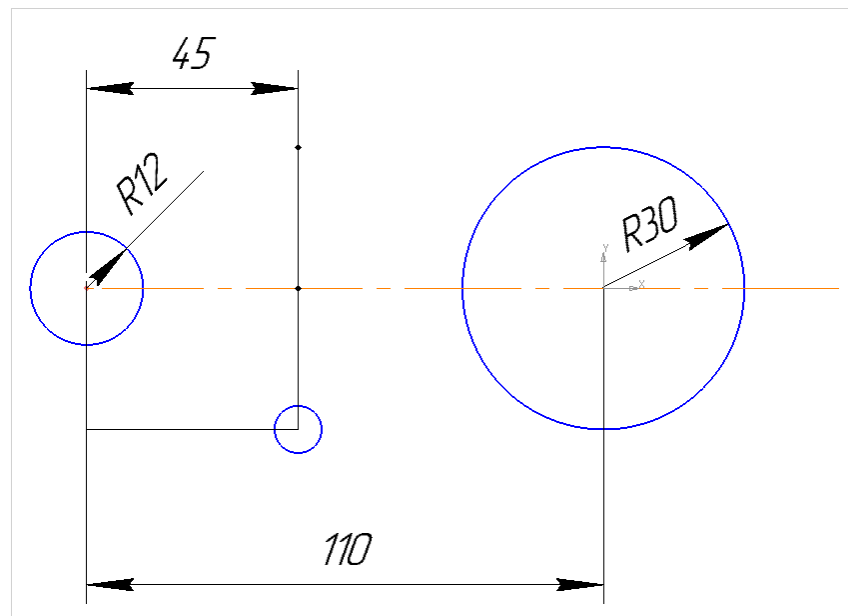

Рис. 4.5
4. Будуємо коло радіосом 5 мм та центром $(-65 -30)$, опускаємо до нього тонкі лінії. Вставляємо точку з координатами $(-65, 30)$ в допоміжно шарі (рис. 4.5).